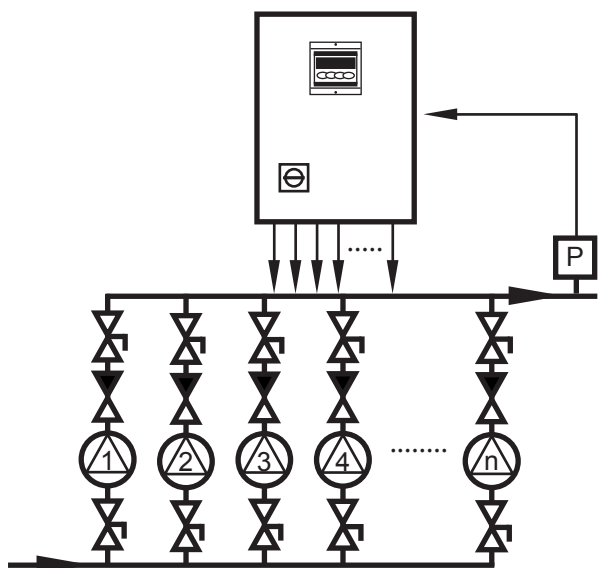

Рисунок 10.
- в системах водоснабжения как правило поддерживается давление в напорном трубопроводе (см. рисунок 10);